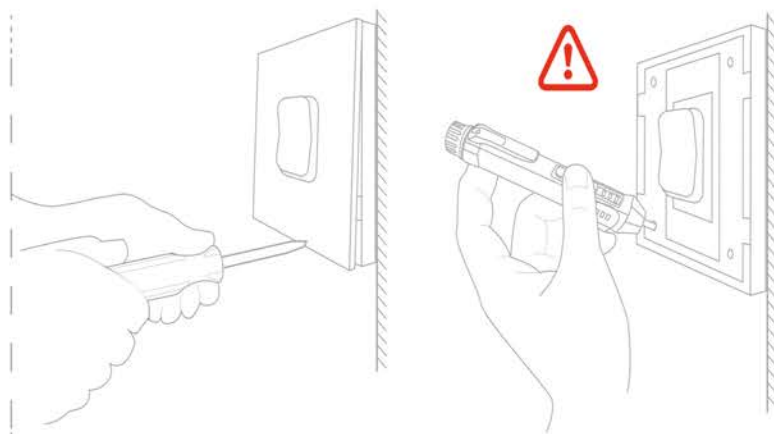

Рисунок 3
7.3 При установке реле в подрозетник рекомендуется предварительно снять лицевую панель с выключателя и с помощью электрического тестера проверить все провода, подключенные к нему, чтобы убедиться в отсутствии напряжения в цепи (см. рисунок 3). Демонтируйте выключатель и снимите его со стены. Определите, какие проводники относятся к сети, а какие к нагрузке.